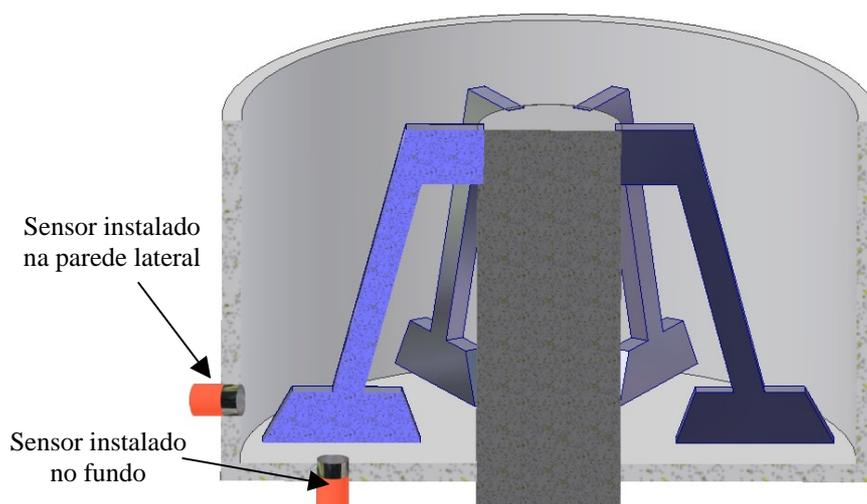

Figura 4 - Posições recomendadas para a instalação do sensor de umidade num misturador de pás móveis.
- o ajuste correto da altura entre a face cerâmica e as pás que passam sobre o sensor. Esta altura varia de 5 a 10 mm e depende bastante do tipo de misturador. Quanto menor a eficiência do misturador em homogeneizar a massa de concreto mais próximo o sensor deve ficar das pás - observar figura 4.